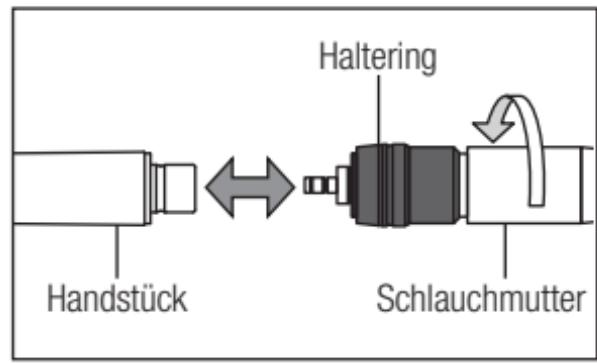

Abb. 3
**X450QD** (1) Montage
- 1) Führen Sie der Kupplung in den Schlauchanschluss und ziehen Sie die Schlauchmutter an. (Abb. 3)